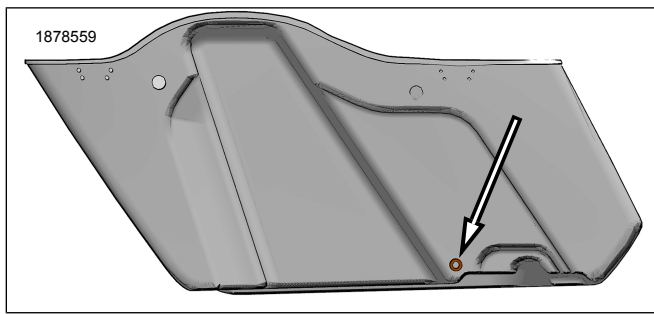

Figure 2. Lokasyon ng Saddlebag Lower Hole Drill
1. I-diskonekta ang Orihinal na Kagamitan (OE) harness connector sa likuran ng bawat likod na tumatakbo/turn/stop lamp.
2. Figure 2 I-drill ang lower saddlebag wire pass-through.